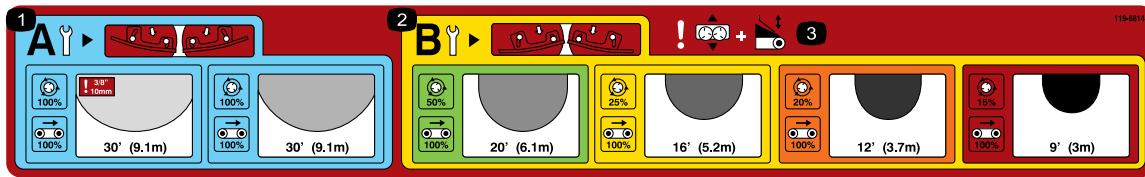
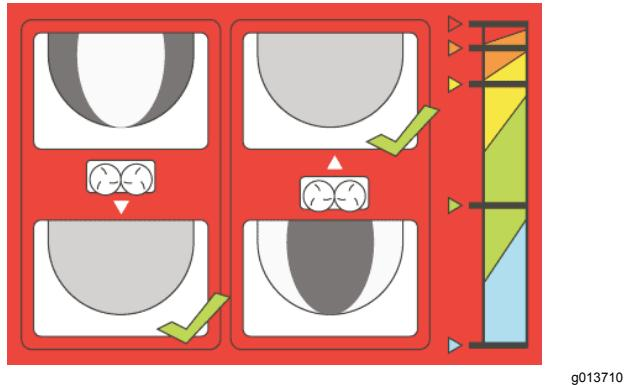

Figure 28
Figure 41
Choisissez l'épandage en vous reportant à l'autocollant d'utilisation principal apposé sur la trappe arrière de la machine (Figure 28).
**Remarque:** Les couleurs sur l'autocollant de la Figure 34 correspondent aux couleurs de l'autocollant principal (Figure 28).
**Remarque:** Les couleurs sur l'autocollant de la Figure 36 et la Figure 37 correspondent aux couleurs de l'autocollant principal (Figure 28).
**Remarque:** Les couleurs sur l'autocollant de la Figure 39 correspondent aux couleurs de l'autocollant principal (Figure 28).
Pour y remédier, **le réglage de la base** comprend une illustration indiquant le repositionnement correct de la base (Figure 41).
**Remarque:** Les couleurs sur l'autocollant de la Figure 41 correspondent aux couleurs de l'autocollant principal (Figure 28).